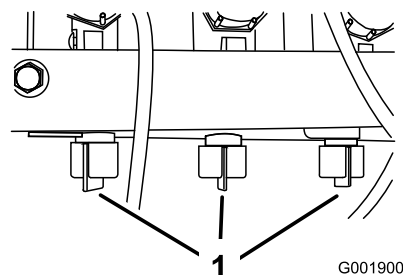

Figura 22
10. Ajuste a válvula de distribuição da rampa (Figura 22) na válvula de controlo da rampa que desligou até a leitura da pressão no manómetro ser idêntica à registada no passo 7.